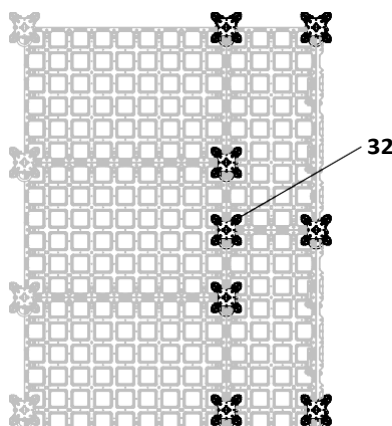

Fig. D3.05a
Като алтернатива на подредбата на подпорите на fig D3.05a, допълнителни подпори (32) не са нужни когато: